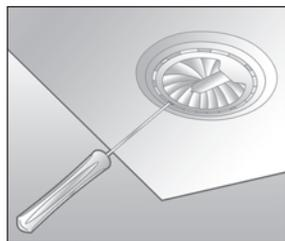

Fig. 1
- Os filtros metálicos têm como função reter as partículas de gordura em suspensão e devem ser retirados e lavados pelo menos uma vez por semana. Para retirar o filtro metálico, pressione a trava e libere a tampa (**fig.1**).
- Retire a lente de vidro da luminária com cuidado, usando a ponta de uma chave de fenda (**fig.1**).